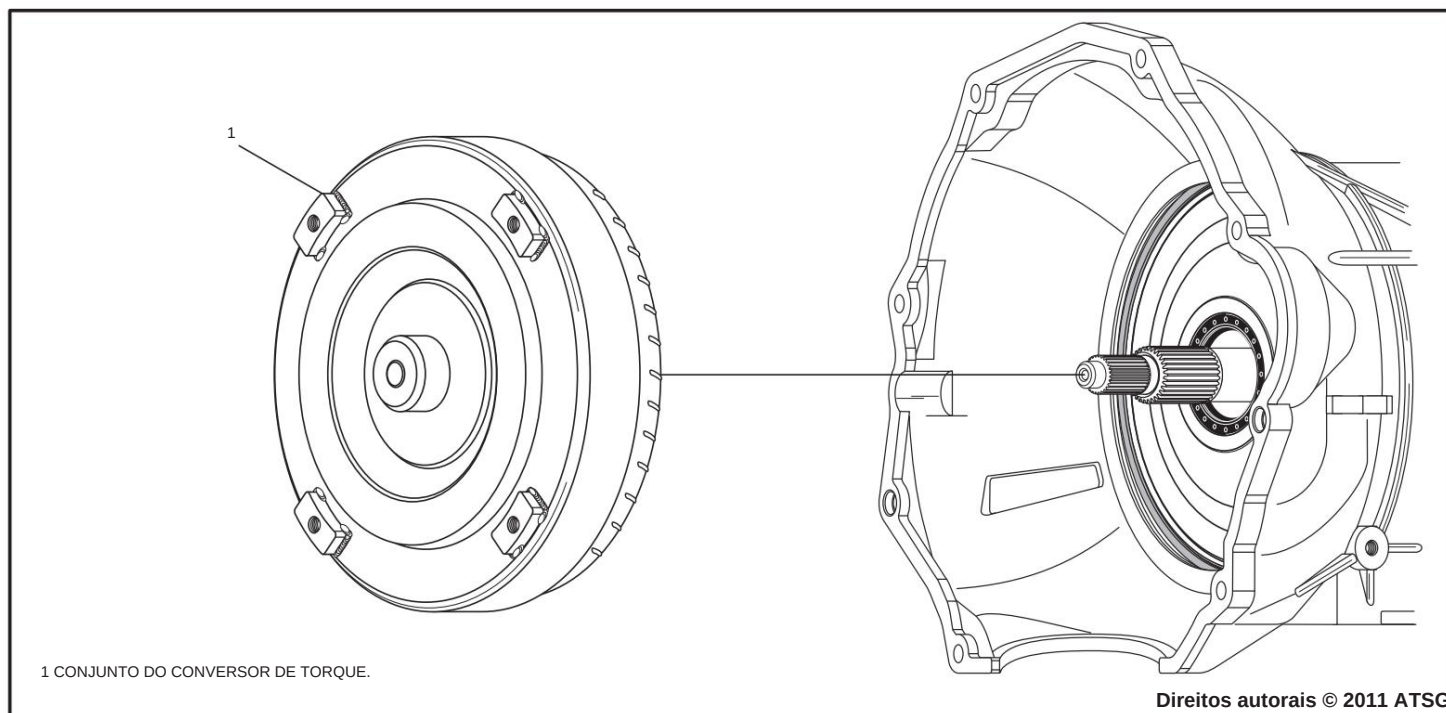

Figura 33
3. Remova o conversor de torque da transmissão, conforme mostrado na Figura 33.